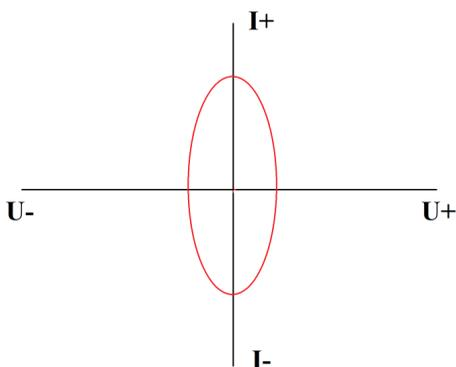

Рисунок 7. Внешний вид графика ВАХ конденсатора.
- ВАХ конденсатора имеет форму эллипса (Рисунок 7).